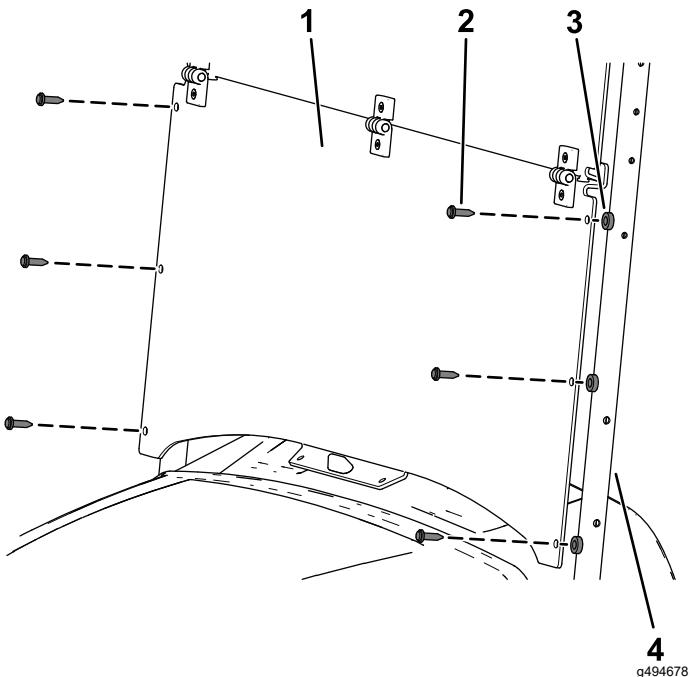

図 3
2. ウインドシールドの下部の穴を日よけサポートチューブの穴に合わせる図 3
3. ウインドシールドの左右を日よけサポートチューブに固定するプラスチック製スペーサ6個と長いプラスチック製リベット6本を使用する図 3。